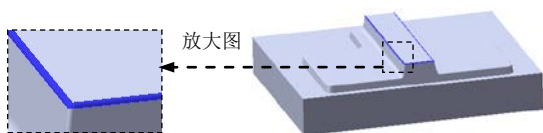

图 16.6.15 圆角 3
Step9. 创建图 16.6.15 所示的圆角 3。由于圆角 3 的创作过程与圆角 2 相似, 这里不再叙述, 具体操作请参照随书光盘。